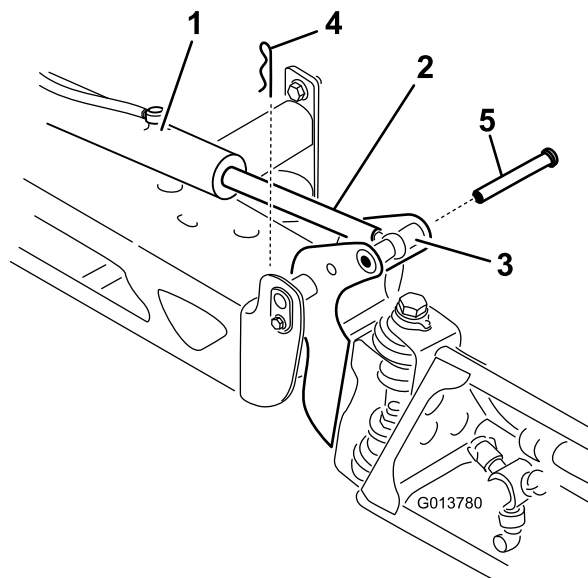

Figura 60
2. Retire la chaveta del pasador de giro (Figura 60).
3. Levante el brazo, retire el pasador (Figura 60), y baje el brazo lentamente al suelo.
- Sujetando el brazo, introduzca el pasador a través del pivote del brazo y del émbolo del actuador (Figura 60).